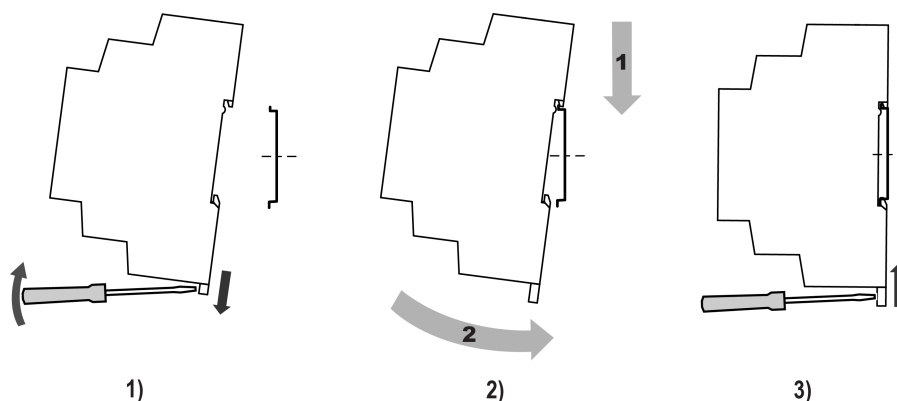

Рисунок 4.2 – Установлення пристрою
2. Вставивши викрутку у вушко, відтягнути защіпку (див. рисунок 4.2, 1). Пристрій установити на DIN-рейку.
3. Пристрій притиснути до DIN-рейки (див. рисунок 4.2, 2, стрілки 1 і 2). Викруткою повернути защіпку у початкове положення.